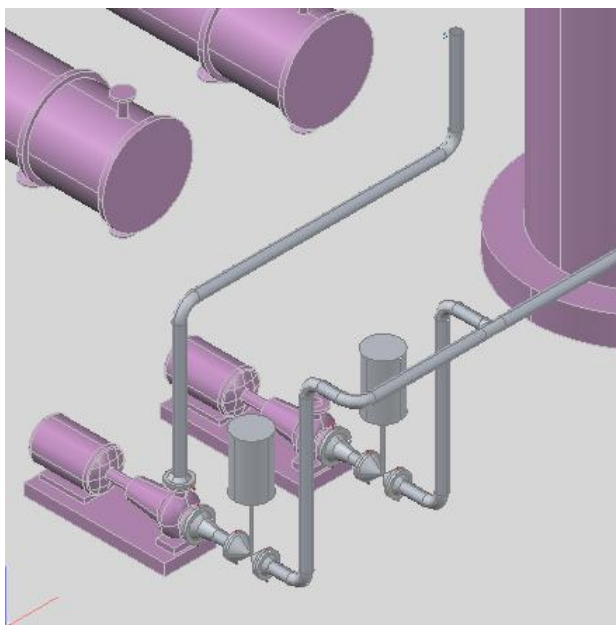

Рис. 91
- Проведите вертикальный участок до уровня **3200 мм** (Рис. 91).